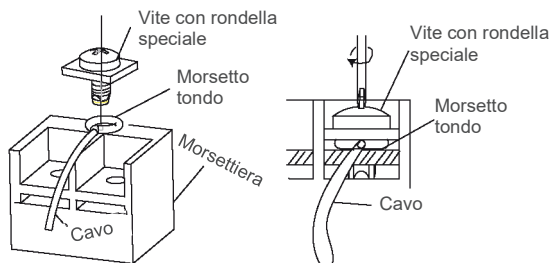

Fig.37
- 4). Posizionare il cavo con capocorda ad anello, applicare di nuovo la vite del morsetto e serrarla con un cacciavite (Fig. 37).